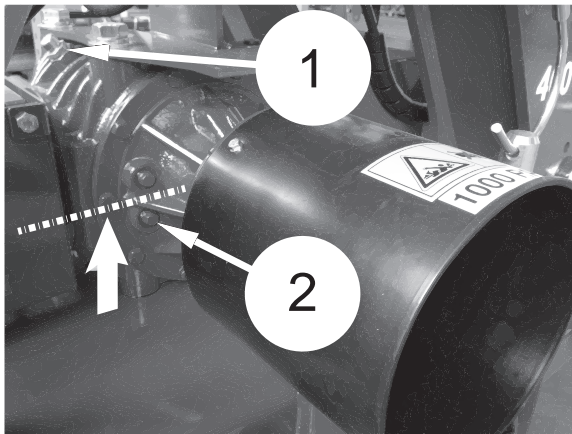

FIG. 53
- Öleinfülldeckel abschrauben (1, Fig. 53)
- Vorderer Pegeldeckel abschrauben, seitlich der Zapfenwelle, gerade unter der längststehenden Mitte derselben Gruppe (2)
UM DEN ARBEITSGANG ZU VEREINFACHEN, IST ES MÖGLICH, EINEN ABSAUGER FÜR FLÜSSIGKEITEN ZUR ÖLVERWERTUNG, VOM ÖL-EINFÜHRLOCH (1, FIG. 53).